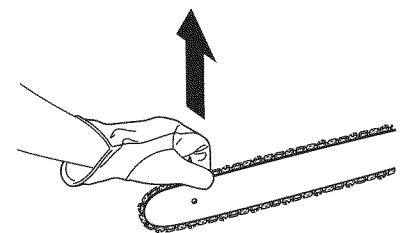

Fig. 34
4. Une fois la chaîne ajustée, soulevez l'extrémité du guide pour vérifier qu'elle est correctement tendue (Fig. 34). Si la chaîne est toujours trop détendue, relâchez l'extrémité du guide et tournez la vis de tension de la chaîne d'1/2 tour dans le sens des aiguilles d'une montre. Répétez cette procédure jusqu'à ce que la tension souhaitée soit obtenue.